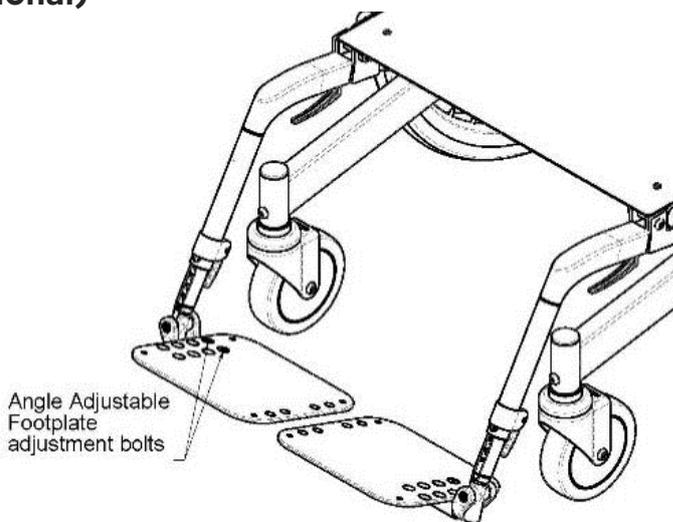

Abb. 6 Winkelverstellbare Fußplatten.
1. Lösen Sie die Schrauben zum Einstellen der Fußplatte (Abb. 6).
1. Entfernen Sie die Schrauben und Muttern zum Einstellen der Fußplatte (Abb. 6).